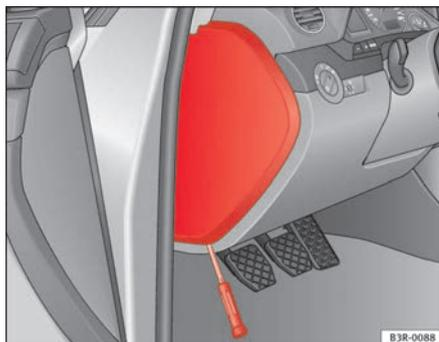

Fig. 185 Tampa da caixa dos fusíveis no lado esquerdo do painel de instrumentos
- Utilize uma chave de parafusos para abrir a tampa dos fusíveis ⇒ fig. 185.